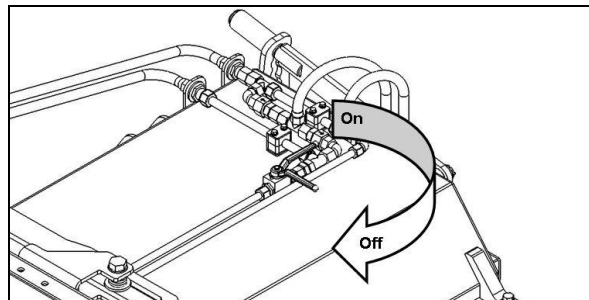

Fig. 4.7
- bac de ramassage (fig. 4.7).